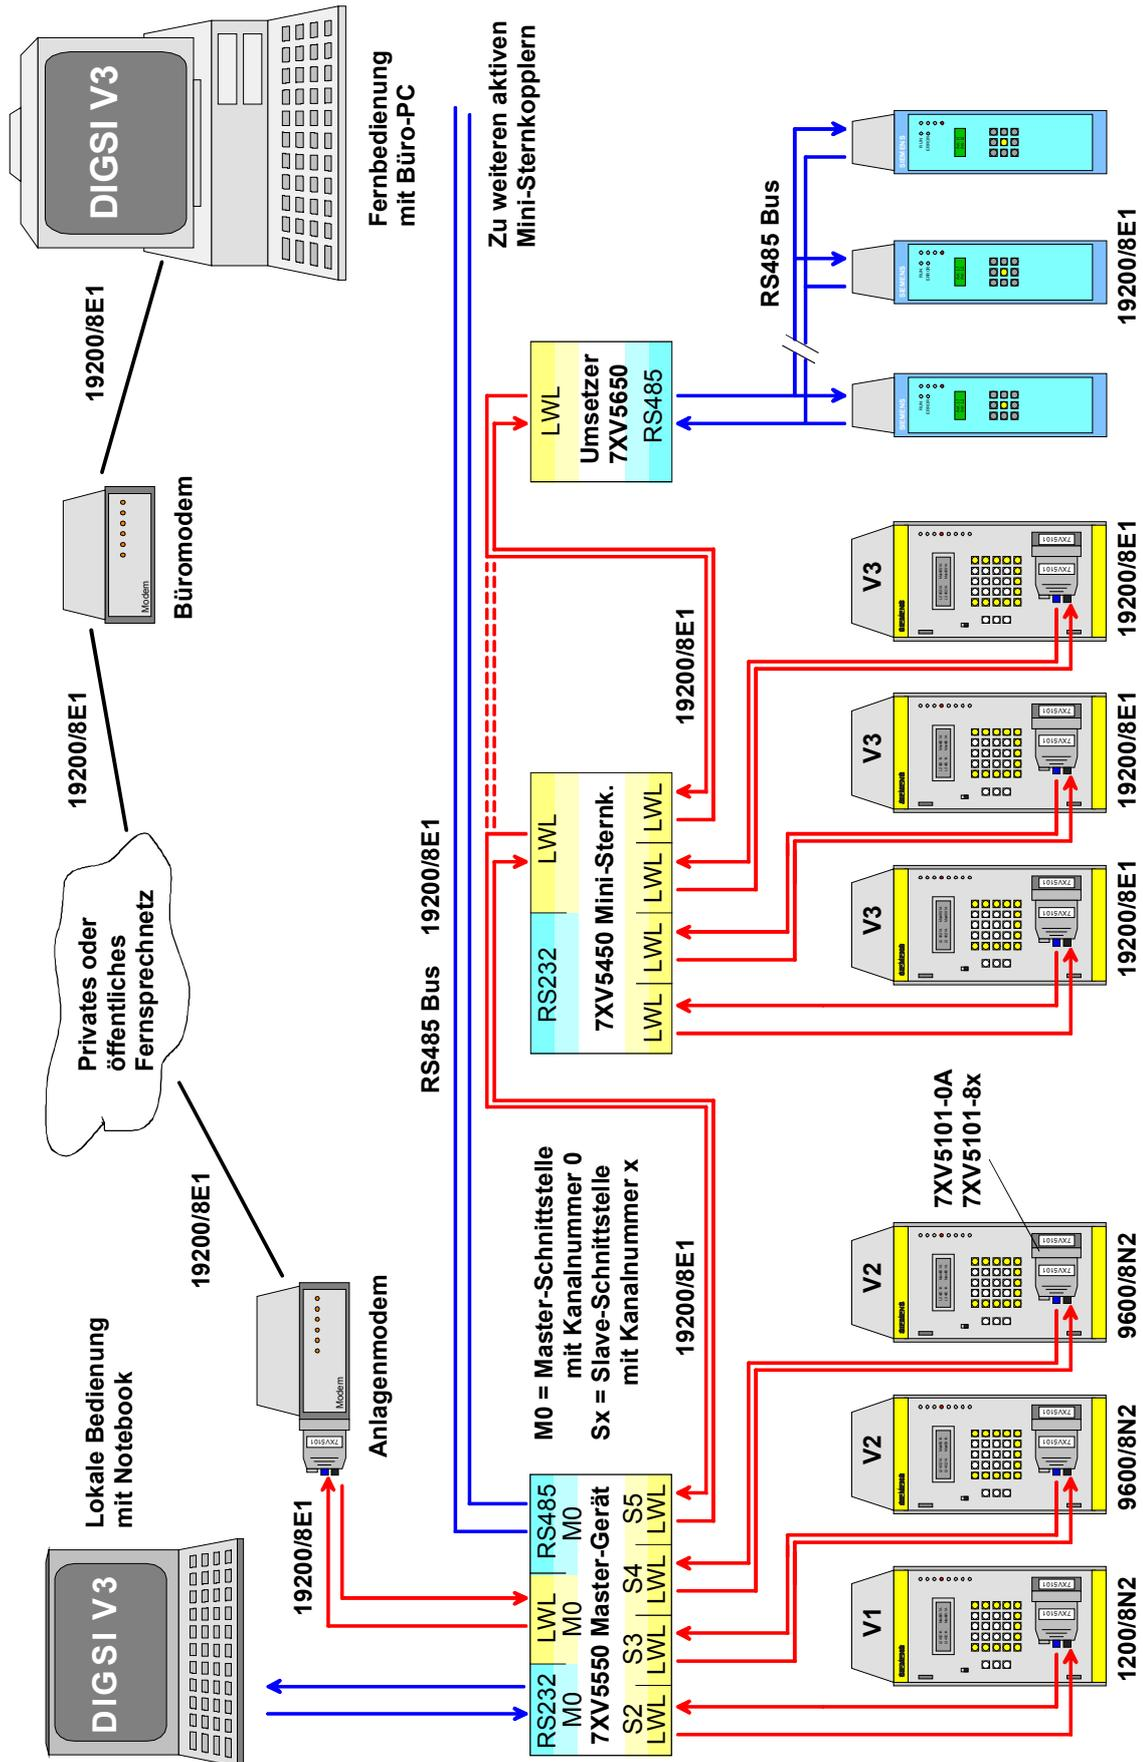

Bild 5: Bedienung der Schutzgeräte V1/2 und V3 mit DIGSI V3
für die in Bild 5 dargestellte Anwendung.
Die RS232-Schnittstelle am **Anschluss 7** (in Bild 5 RS232/M0) ist als Master-Schnittstelle (0) parametrisiert und dient der lokalen-, zentralen Bedienung von Schutzgeräten bzw. der Parametrierung des aktiven Mini-Sternkopplers.
Die optische Schnittstelle am **Anschluss 1** (in Bild 5 LWL/M0) ist als Master-Schnittstelle mit dem Modem verbunden. Über sie erfolgt die Fernbedienung. Soll der automatische Baudratenabgleich des Modems über diese Schnittstelle erfolgen, muss das Ping auf **JA** gestellt werden.
Die RS485-Schnittstelle am **Anschluss 6** (in Bild 5 RS485/M0) ist ebenfalls als Master-Schnittstelle parametrierbar. Sie leitet die Daten von den anderen Master-Schnittstellen (**Anschluss 1 oder 7**) transparent an weitere Aktive Mini-Sternkoppler weiter.
Die optischen Schnittstellen an den **Anschlüssen 2-4** (in Bild 5 LWL/S2 – LWL/S5) sind als Slave-Schnittstellen eingestellt und werden dann angesprochen, wenn aktiv von den Master-Schnittstellen zur Slave-Schnittstelle (Schutzgeräte V1/2) durchgeschaltet wird. Diese Funktion wird komfortabel von DIGSI V3 unterstützt.
Die optische Schnittstelle am **Anschluss 5** (in Bild 5 LWL/S5) ist als Slave-Schnittstelle eingestellt und wird dann angesprochen, wenn aktiv von den Master-Schnittstellen zur Slave-Schnittstelle (Mini-Sternkoppler und Schutzgeräte V3) durchgeschaltet wird. Da die Schutzgeräte V3 adressierbar sind, kann die zentrale Bedienung über eine Slave-Schnittstelle erfolgen. In DIGSI V3 muss dann für alle Schutzgeräte V3, wie bei der Kanalschalteranwendung 7XV5500, der selbe Kanal (hier Kanal 5) eingegeben werden.
Für die Bedienung von Schutzgeräten V3 mit anderen Schnittstellen, z.B. RS232 oder RS485 (siehe Bild 5), können auch entsprechende Umsetzer nachgeschaltet werden.